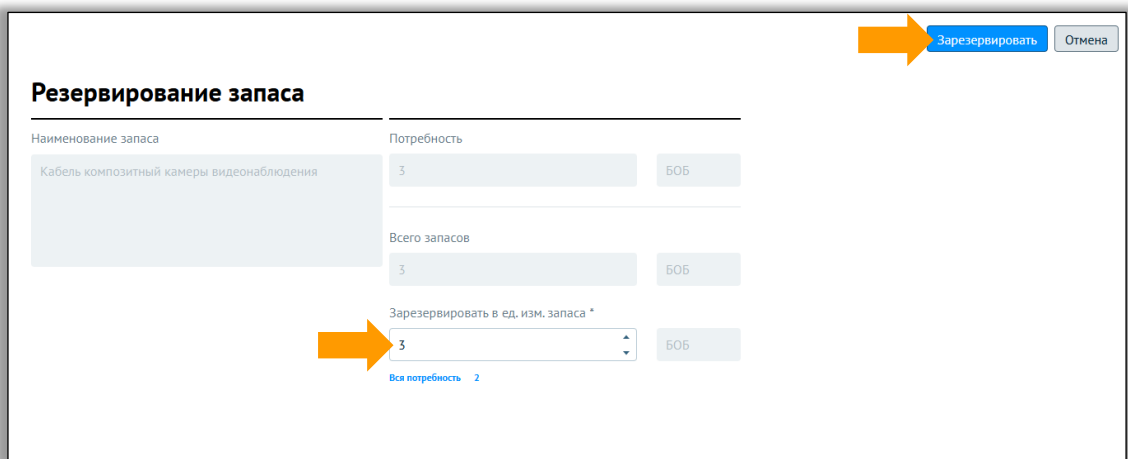

Рисунок 21 – Резервирование
- Во вкладке резервирование запаса укажите количество и подтвердите резервирование, нажав кнопку «Зарезервировать» (рисунок 21)